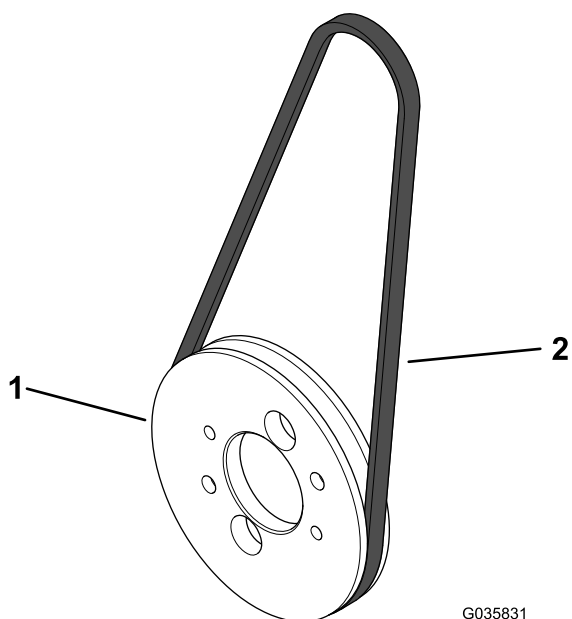

Figure 6
1. Installez la courroie d'alternateur sur la poulie d'alternateur (Figure 6).